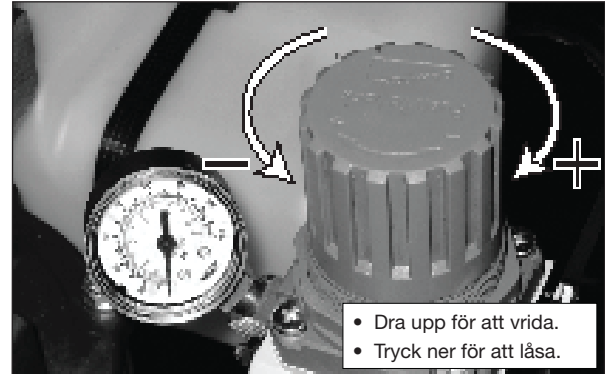

Figur 4, Luftavstängningsventil
**VIKTIGT!** Nya pumpar MÅSTE evakueras INNAN första användning. Utför evakuering enligt följande steg. Se figur 4 till och med 7.
Hantera pumpen enligt beskrivningen i avsnitt 5.1 till och med 5.4. Se figur 4 till och med 7.